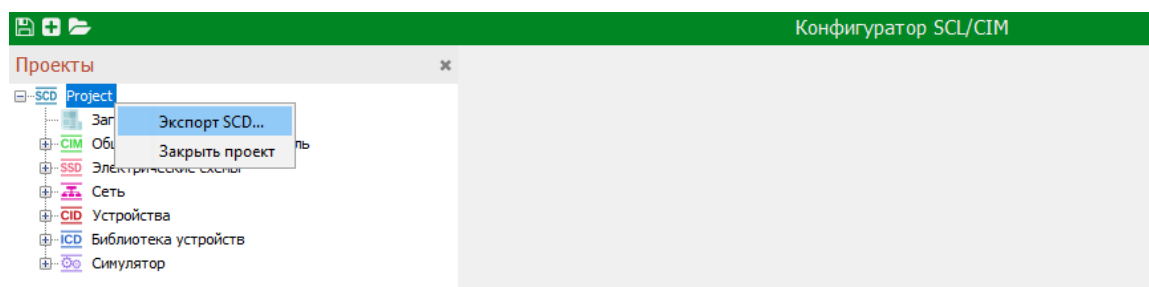

Рисунок 23 – Экспорт проекта
1. Нажать правой клавишей мыши на проект и в контекстном меню выбрать пункт «Экспорт SCD...» (Рисунок 23).